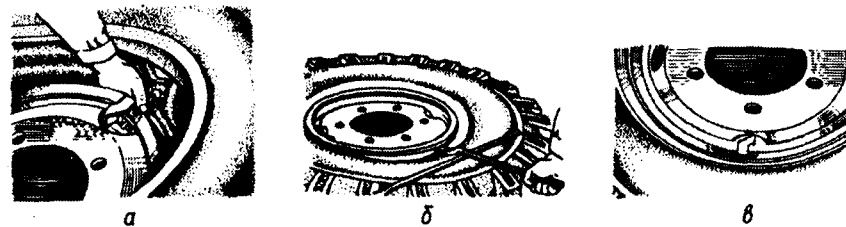

Рис. 9.5. Сборка колеса с шиной
2. Вставить в покрышку камеру и слегка накачать ее, заправить ободную ленту. Положить шину на колесо с перекосом таким образом, чтобы направление стрелок на боковинах покрышек совпало с направлением их вращения при движении автомобиля вперед (шины имеют направленный рисунок протектора), а вентиль камеры находился против вентиляющего паза (рис. 9.5, а).
3. Вставить монтажную лопатку изогнутым концом в замочную канавку обода, а прямую лопатку положить на борт шины перпендикулярно первой лопатке. Прилагая усилия к первой лопатке, осадить верхний борт шины вниз за посадочную полку обода (рис. 9.5, б).
4. Надеть бортовое и замочное кольца, совместив разрез замочного кольца с ограничителем и специальную выштамповку на кромке замочного кольца с одним из демонстрационных пазов бортового кольца (рис. 9.5, в).